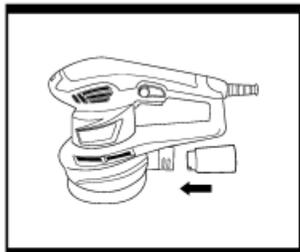

Fig. 4
5. SUJECIÓN DE LA LIJADORA A UNA ASPIRADORA (Fig. 4)